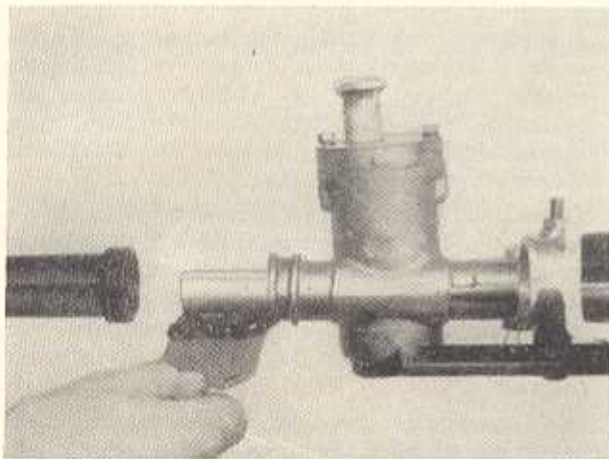

Bild F 27. Fetten des Zahnstangenendes und Aufsetzen der Schutzkappe
- Das aus dem Lenkgehäuse herausragende Stück Zahnstange mit 20 g Getriebefett bestreichen. Gummischutzkappe aufstecken und mit dem Schlauchband befestigen (Bild F 27).